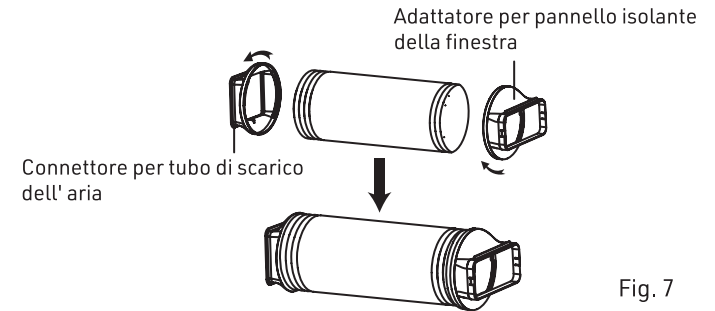

Fig. 7
- 9.) Come illustrato in fig. 7, ruotare il connettore del tubo di scarico dell'aria verso un'estremità del tubo di scarico (in senso orario), quindi ruotare l'adattatore per il pannello della finestra verso l'altra estremità del tubo di scarico (in senso orario). Dopodiché il montaggio del tubo flessibile di scarico sarà terminato.